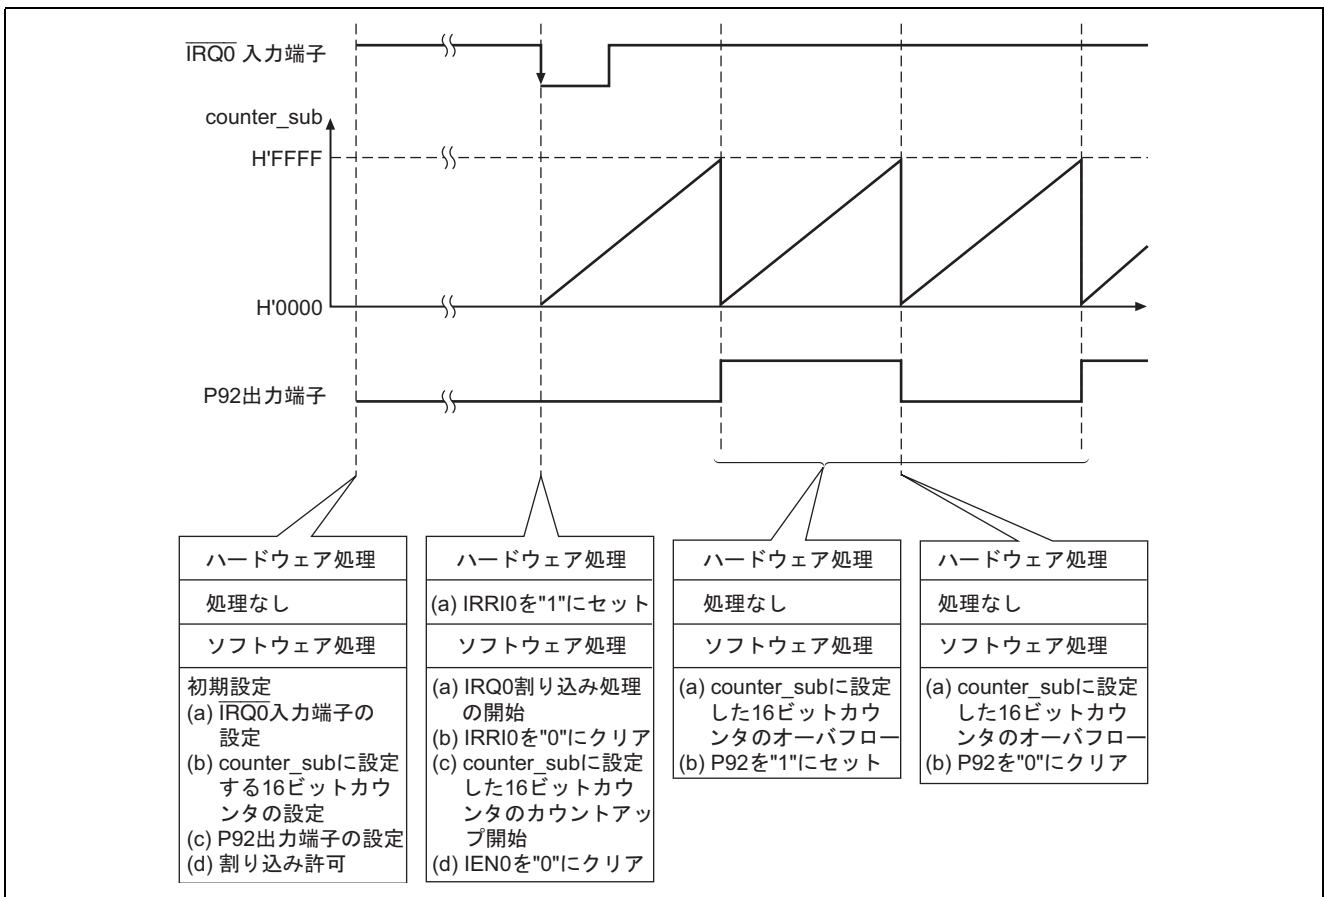

図 2 外部割込みによるカウントスタートの動作説明
(1) 図 2 に動作説明を示します。図 2 に示すようなハードウェア処理、およびソフトウェア処理により外部割込みによるカウントスタート動作を行ないます。